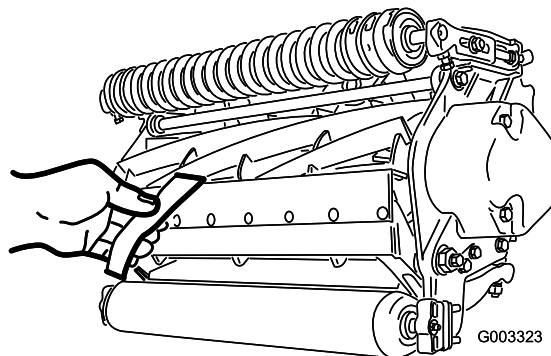

Figura 8
- B. Inserai o bucată lungă de hârtie (nr. piesă Toro 125-5610) pentru verificarea performanței de tăiere între cilindru și contracuit, perpendicular pe contracuit (Figura 8), apoi rotiți cilindrul **încet** în față; ar trebui să taie hârtia; în caz contrar, repetați pașii A și B până când ajungeți la acest rezultat.
- Inserai o bucată lungă de hârtie pentru verificarea performanței de tăiere (nr. piesă Toro 125-5610) între cilindru i contracuit, perpendicular pe contracuit (**Figura 8**), apoi rotii cilindrul **încet** în față; ar trebui să taie hârtia; în caz contrar, rotii fiecare urub de reglare al barei